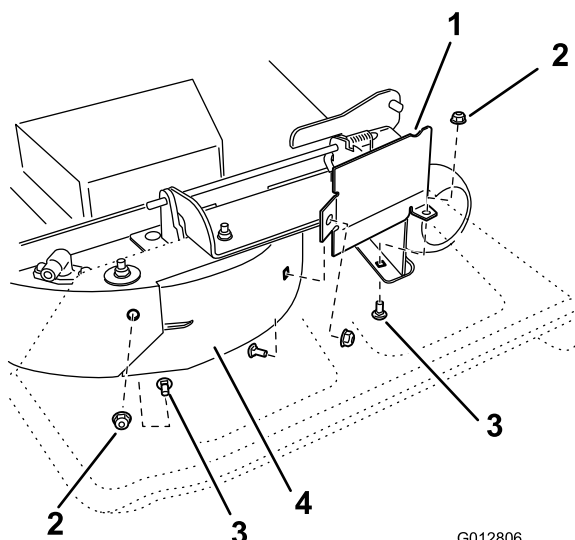

Figure 33
8. Sur la paroi arrière du plateau de coupe, retirez le boulon de carrosserie (5/16 x 3/4 po) et le contre-écrou (5/16 po) qui fixent le déflecteur au plateau (Figure 33).
9. Trouvez la protection du déflecteur sur le bord avant de l'ouverture d'éjection latérale. Retirez les fixations qui maintiennent la protection du déflecteur droit sur le plateau de coupe, comme indiqué à la Figure 33. Déposez le déflecteur et conservez toutes les fixations.